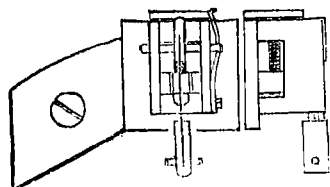

Рис. 211. Подвес на длинном пендельфедере.
2) подвес на длинном пендельфедере с приспособлением для регулировки (рис. 211).
- 1) подвес на неподвижно закрепленном пендельфедере (рис. 211), но с изменяющимся положением точки его сгибания при каждом «передвигании» регулирующего градусника;